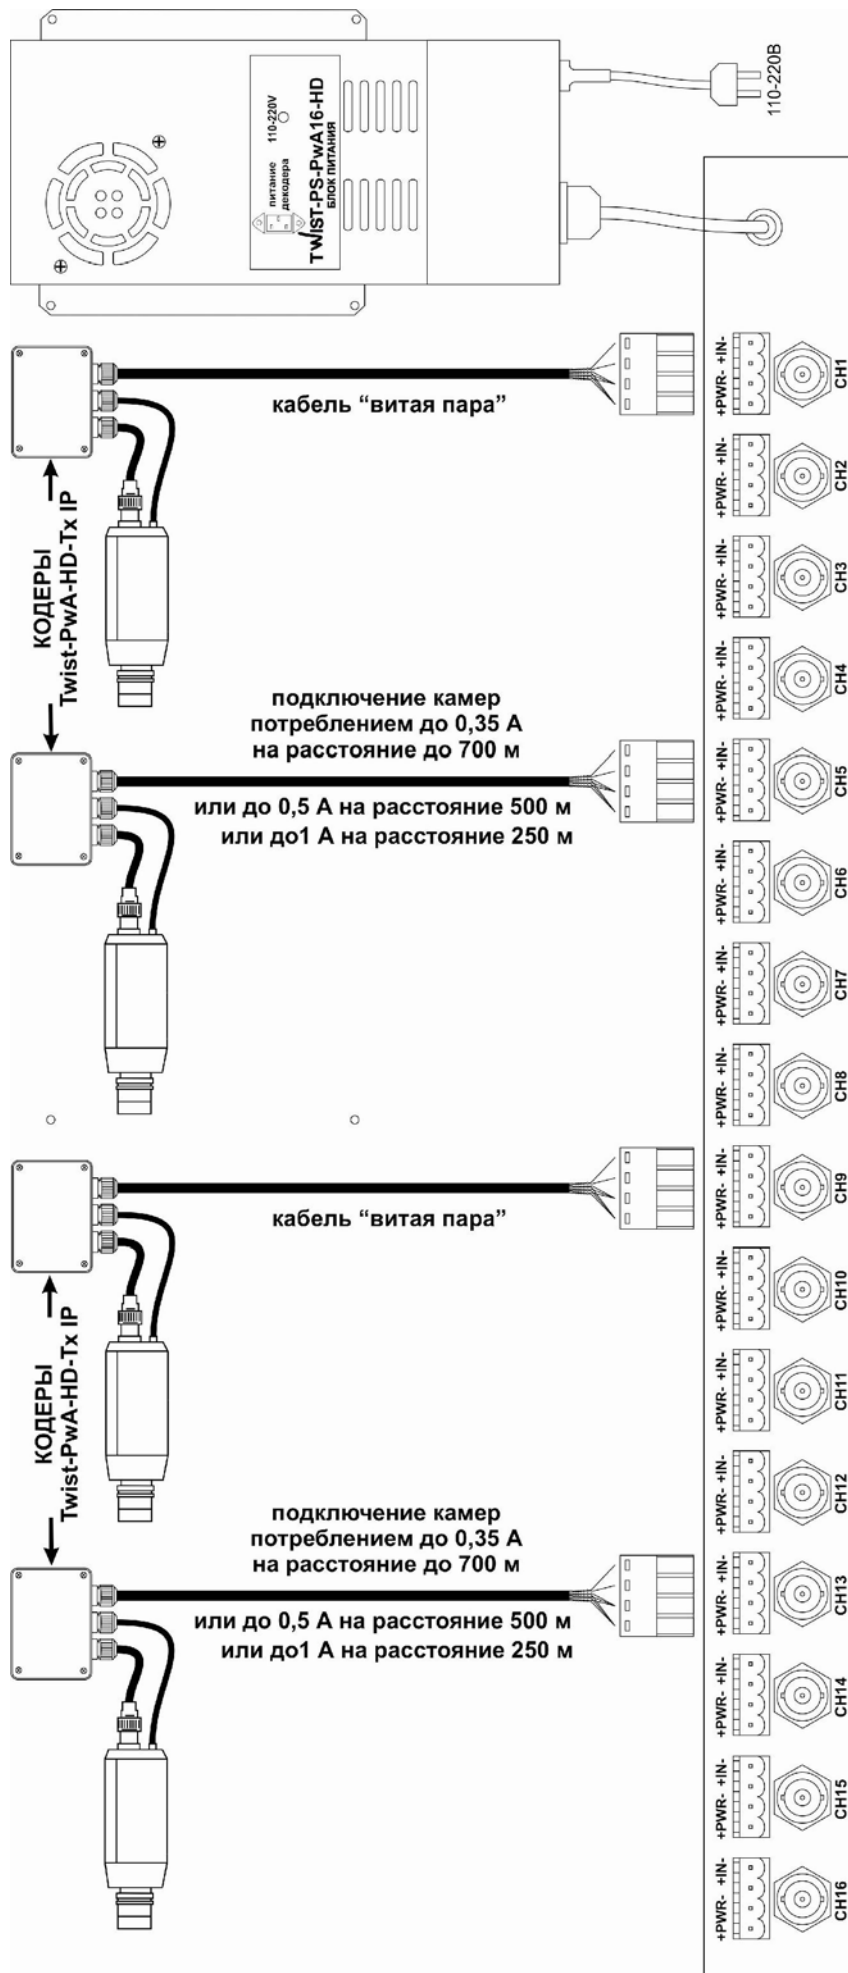

Рис. 1 Схема подключения TWIST PwA16-HD
1. Соединение кодера и декодера должно производиться выделенным кабелем симметричной витой пары, изолированным от всех других проводов, а также от любых металлических конструкций. Пример соединения комплекта с использованием кабеля UTP показан на рис.1.
Подключите комплект к линии связи и цепям питания согласно рис.1.